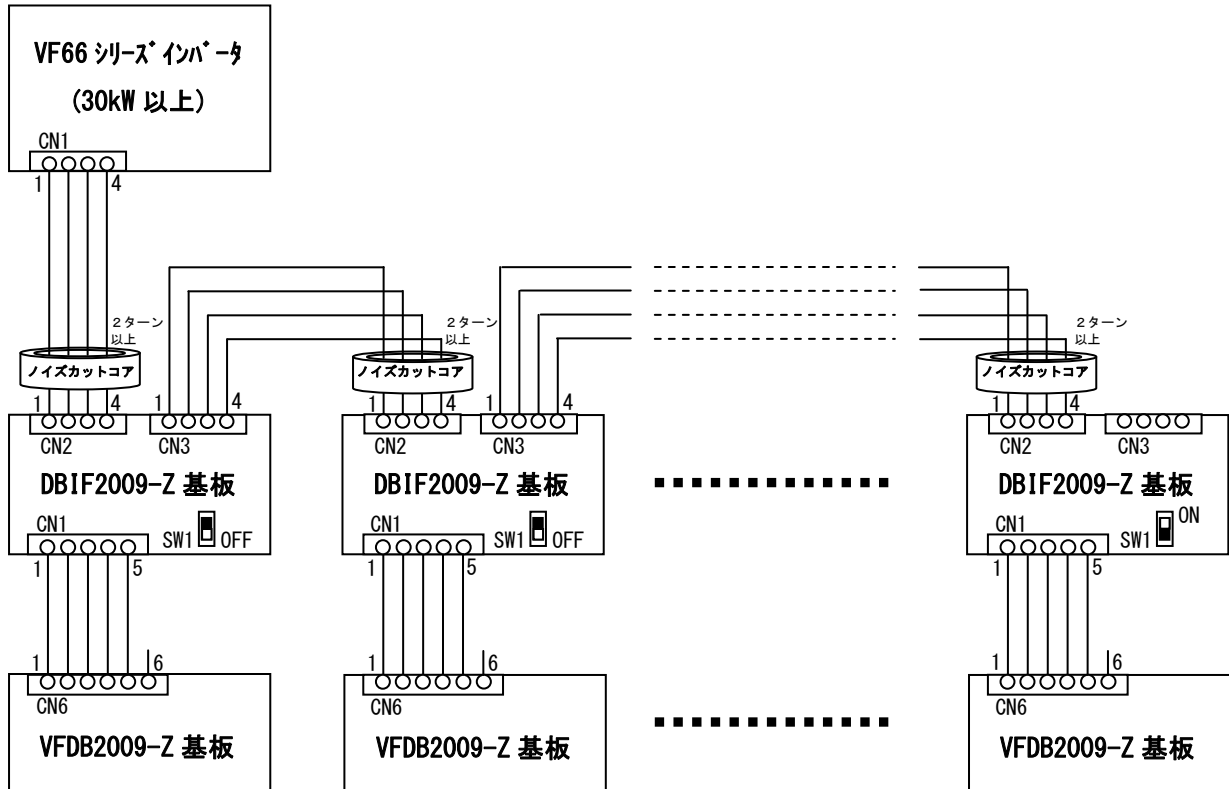
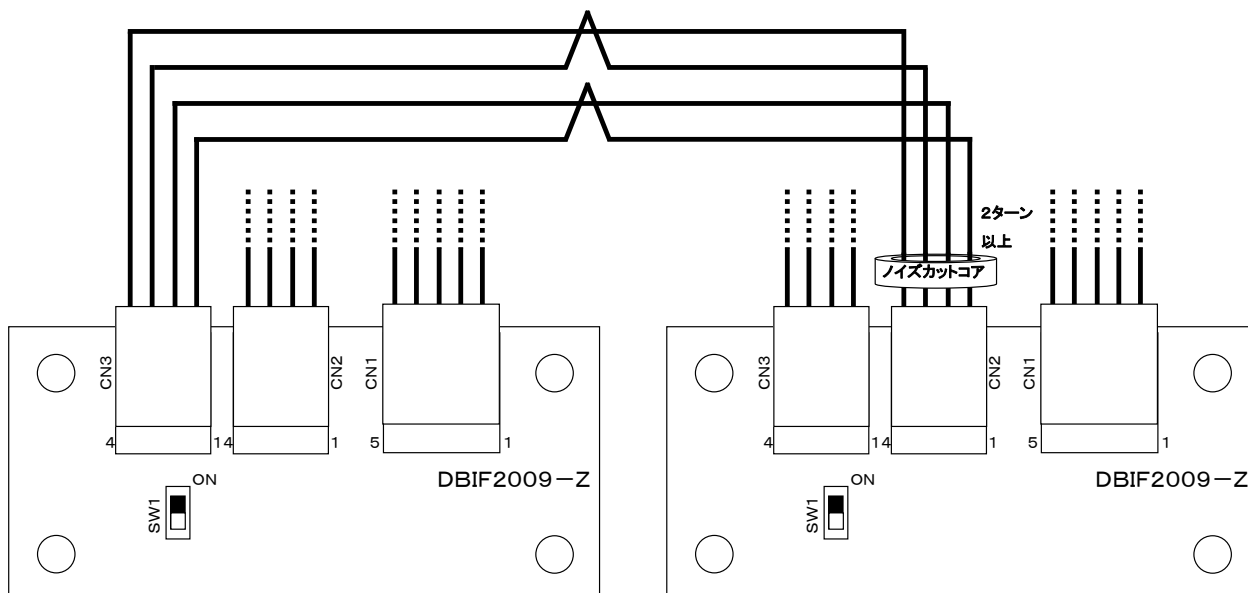
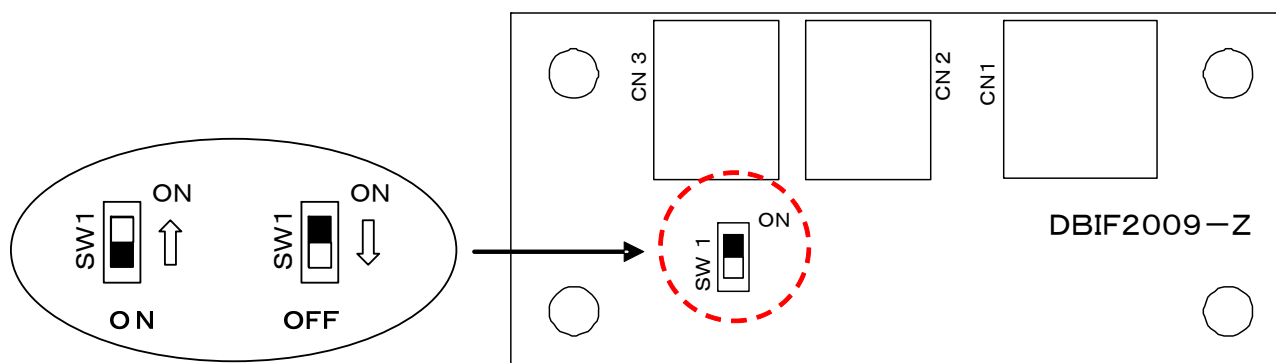

図 7-5 DBユニット並列使用時（最大並列数6台）の接続と終端抵抗スイッチ設定
図7-11 DBIF2009-Z基板とDBIF2009-Z基板との接続
図7-12 DBIF2009-Z基板の終端抵抗の切り換え
- ⑦ 上記⑥で作製したケーブルを、DBIF2009-Z基板のCN2、CN3のどちらか空いているコネクタと接続します。複数台のDBユニットと並列接続する場合は、図7-5、図7-11を参照にケーブルの接続を行ってください。
- ⑧ DBIF2009-Z基板上にある終端抵抗スイッチSW1を切り換えます。スイッチをON側に動かせばスイッチONとなり、反対側に動かせばスイッチOFFとなります。詳しくは図7-5、図7-12をご参照ください。